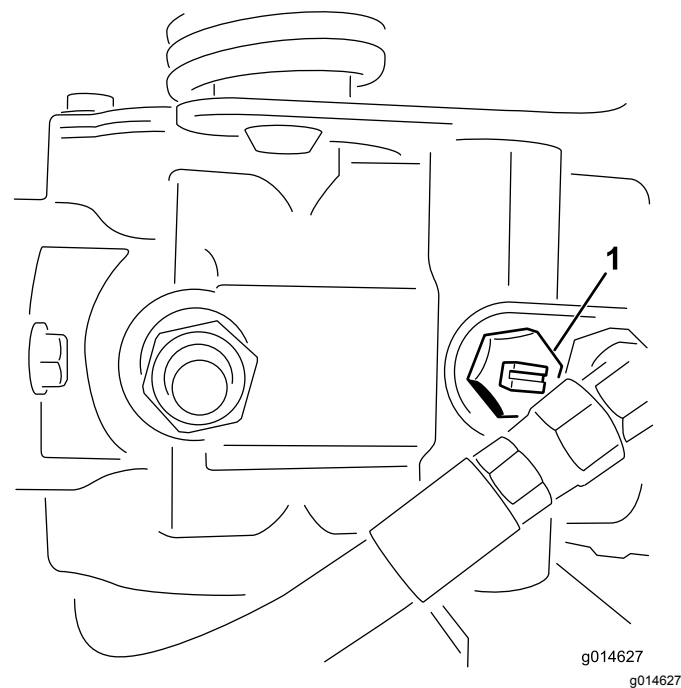

図 41
2. エンジンを始動する時には、必ずバイパスバルブ 図 41 を閉じる溝が横向きになる。バルブを開けたままでエンジンを掛けないこと。
1. 油圧ポンプについているバイパスバルブ 図 41 の溝が「縦」になるようにバルブを回転させる。